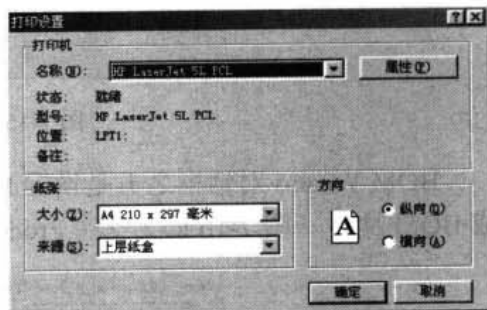

图 7-18 “打印设置”对话框
- (2) Select Printer (选择打印机) 下拉列表框：选择的打印机类型。如果 Windows 系统安装了两种以上的打印机，单击下拉按钮，在下拉列表框中选择需要的类型。选择好打印机后，就可以设置打印机属性了，单击 Properties 按钮，将出现如图 7-18 所示的打印设置对话框。